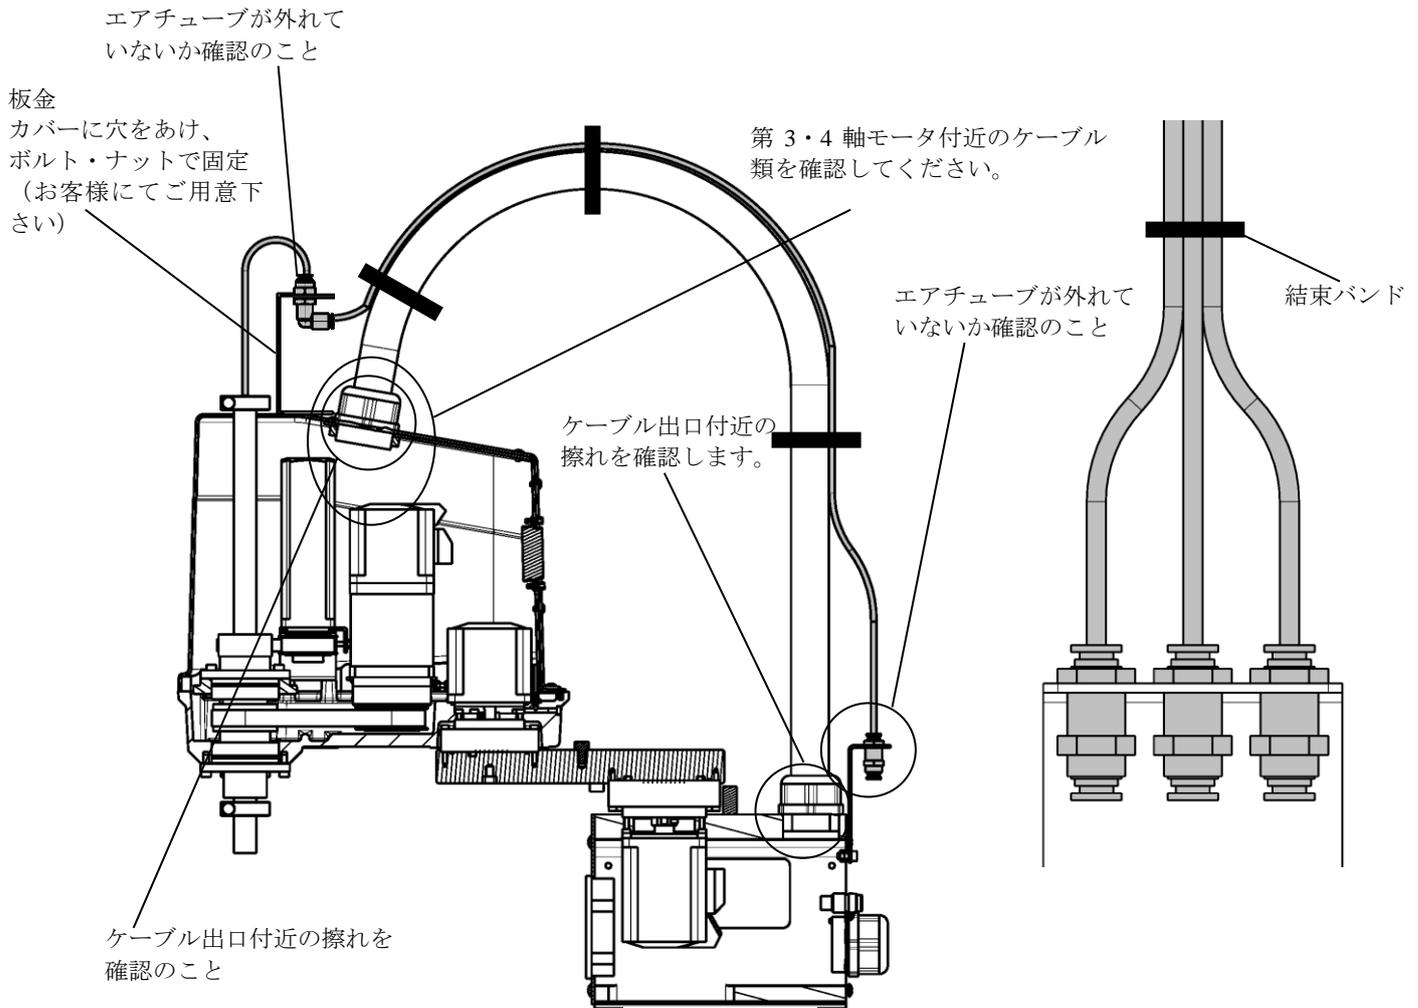

図 2.3 ケーブルの点検位置 (KHL-300、KHL-400)
- ・図 2.3 に示したものは配管例であり、エアチューブおよび付属品の破損に対して保証するわけではありませんのでご注意ください。